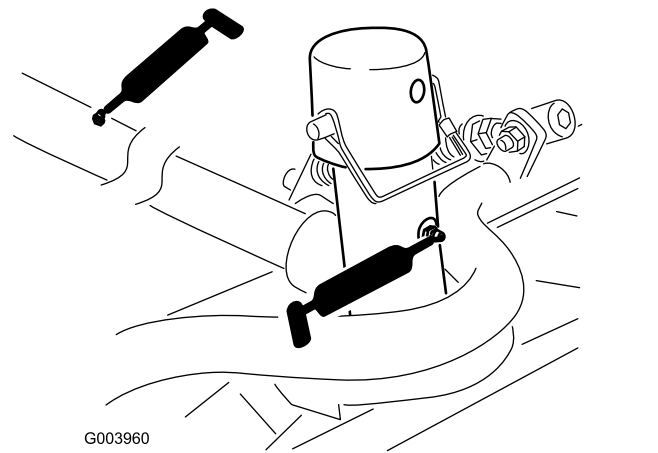

Bild 74
- Schneideinheitträgerahmen und Drehzapfen (2) (Bild 74)